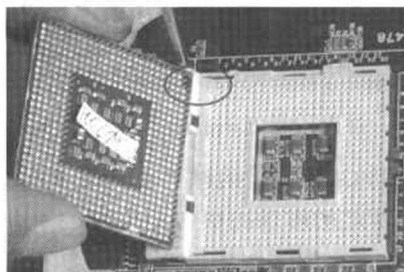

图 1-12 CPU 的针脚缺口与主板 CPU 插槽上的缺口相对应
⑤ 将 Intel CPU 放入 CPU 插槽中,在安装时要把 CPU 针脚缺口与主板 CPU 插槽上的缺口相对应,如图 1-12 所示。